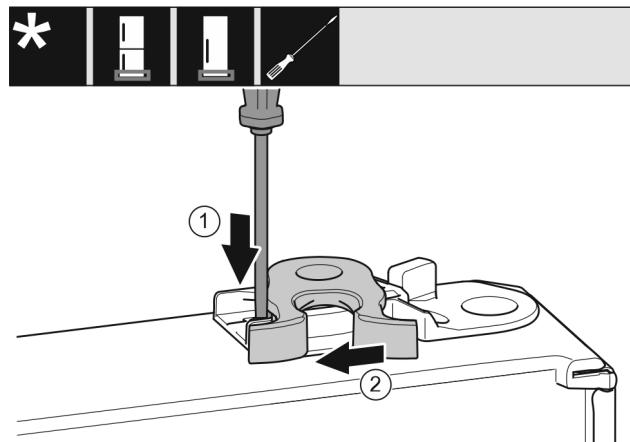

Fig. 19
- ▶ 用带槽螺丝刀向下按住接片 Fig. 19 (1)。
- ▶ 将锁钩 Fig. 19 (2)从导向装置拉出。
- ▶ 将另一侧的锁钩 Fig. 19 (3)推入导向装置。